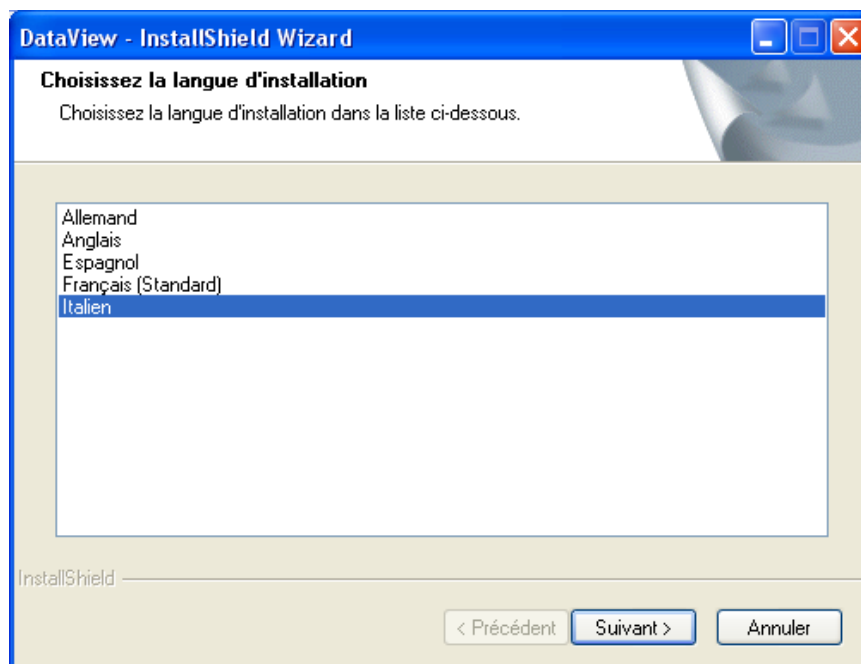

Figura 1-1
2. Si apre una finestra delle opzioni d'installazione, identica alla seguente figura 1-1: